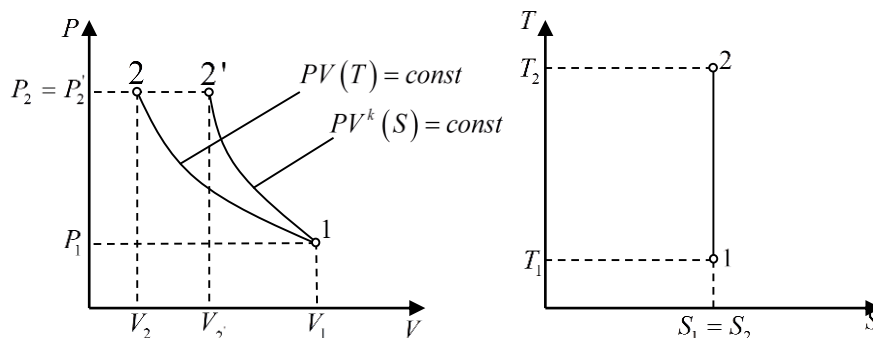

Рис. 5.4. Адіабатний процес в в  $PV$  і  $TS$ -координатах
4. Графічне зображення процесу в  $PV$  і  $TS$ -координатах (рис. 5.4.).